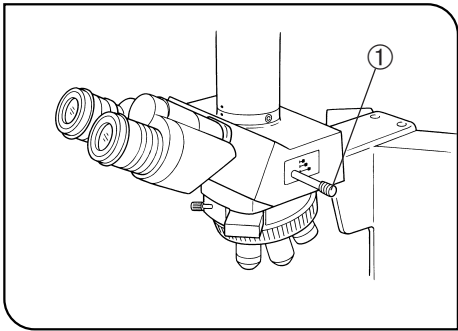

Abb. 26
**5 Auswählen des Strahlengangs (U-TR30-2 oder U-SWTR-3) (Abb. 26)**